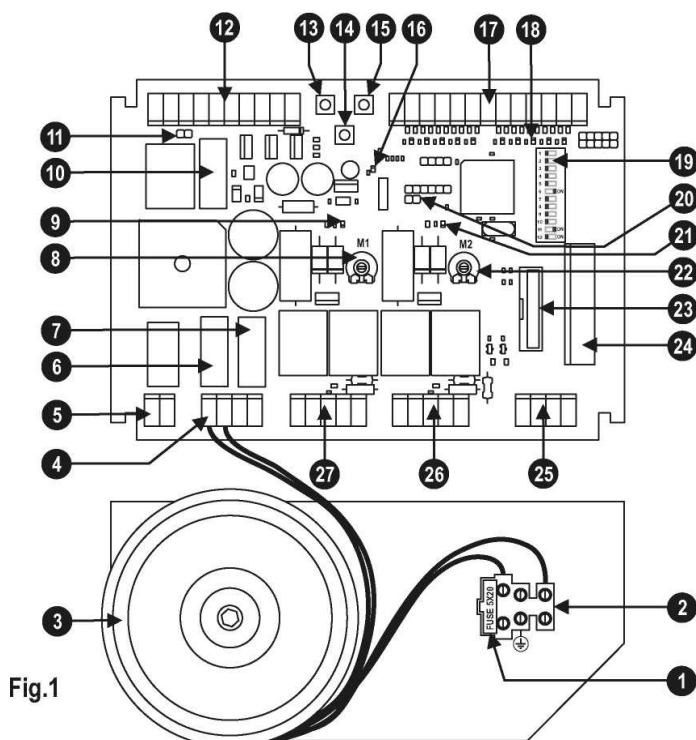

Fig.1
DESCRIERE PIESE (Fig. 1)
- 1- Resetati panoul de comandă (scurtcircuitând bornele Reset, detaliul 20 din fig. 1)
- 2- Apasati butonul P3 (detaliul 14 din fig. 1) timp de aprox. 3 secunde